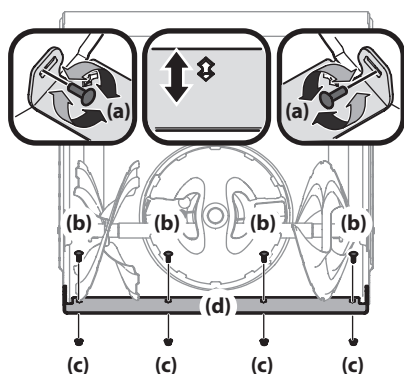

Figure 2-50
3. Désérrez les boulons arrière des patins et ce, des deux côtés de la souffleuse à neige et retirez les boulons de carrosserie et les écrous hex qui fixent la lame de raclage au boîtier de la tarière. Voir Figure 2-50.
4. Ajustez la lame de raclage à l'une des deux positions de montage. Réinstallez les boulons de carrosserie (b) et les écrous hexagonaux (c) et serrez-les bien. Voir Figure 2-50.